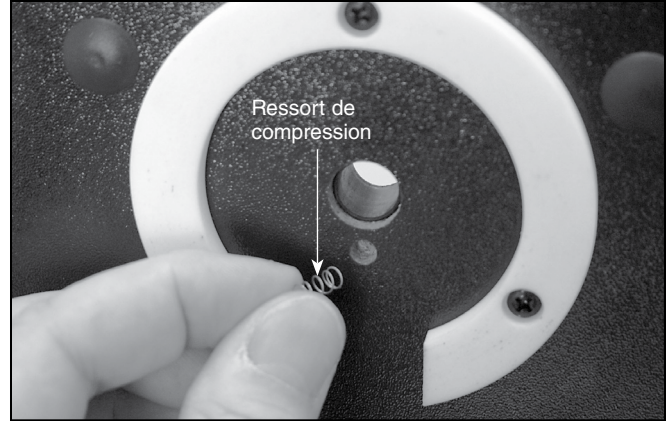

Figure 11. Insérez le ressort de compression dans le petit trou juste au-dessous du plus grand trou recevant la vis de l'axe d'altitude.
14. Insérez le ressort de compression dans le trou juste au-dessous du trou pour le boulon de l'axe de l'altitude sur la surface intérieure du panneau latéral. Lorsqu'il est inséré aussi loin que possible, le ressort dépassera toujours du trou de plusieurs millimètres (**figure 11**).